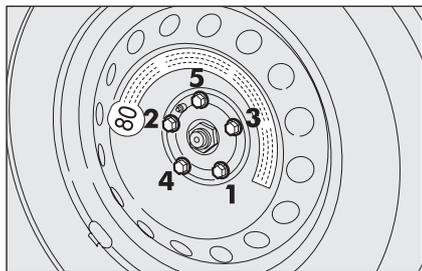

fig. 8
- mediante l'utilizzo della chiave in dotazione, serrare a fondo i bulloni, passando alternativamente da un bullone a quello diametralmente opposto, secondo l'ordine numerico illustrato in **fig. 8**.
- abbassare la vettura ed estrarre il cric, quindi, mediante l'utilizzo della chiave in dotazione, serrare a fondo i bulloni secondo l'ordine rappresentato in precedenza per il ruotino di scorta **fig. 8**.